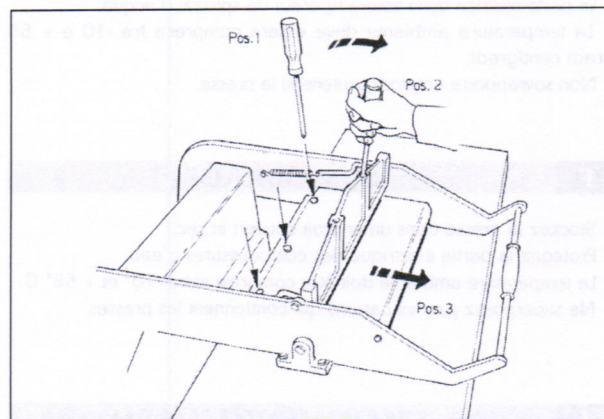

Fig. 2A
- Svitare le viti del carter Fig. 2A Pos. 1, inserire il cacciavite nel punto indicato Fig. 2A Pos. 2 e mantenendo il cacciavite in posizione verticale togliere il carter Fig. 2A Pos. 3.
- Loosen the screws of the casing Bild 2A Pos. 1, introduce the screwdriver in the point indicated in Bild 2A Pos. 2 and, keeping the screwdriver in the vertical position, remove the casing Bild 2A Pos. 3.
- Dévissez les vis du carter Figure 2A Pos. 1, introduisez le tournevis à l'endroit indiqué en Figure 2A Pos. 2 et, gardant le tournevis dans la position verticale, enlevez le carter Figure 2A Pos. 3.
- Die Kastenschrauben, Abb. 2A, Pos. 1, ausdrehen, der Schraubenzieher vertikal an den Punkt der Abbildung 2A, Pos. 2 einsetzen und den Kasten Abb. 2A, Pos. 3 wegnehmen.